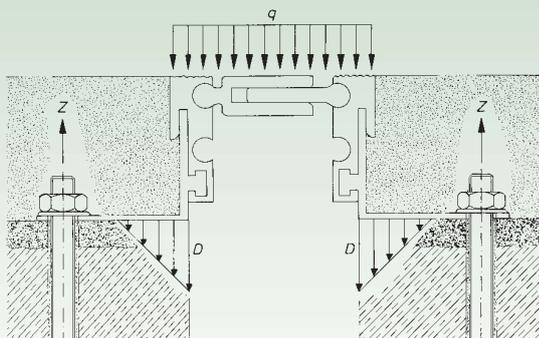

Abb. 1
Je höher ein Boden durch Reibung, Stoß, Druck u. a. [s. h. DIN 18 560] beansprucht wird, um so sorgfältiger muß die Auswahl der richtigen Fugenausbildung getroffen werden. Wie Druck- und Zugkräfte eine Konstruktion beanspruchen, wird aus der Abb. 1 ersichtlich. Die Aufnahme derartig wirkender Kräfte ist nicht immer durch Aluminiumprofile zu erfüllen.
- genügender Randabstand der Profilverankerung von der Fugenkante [Dübelkennwerte beachten!] [Abb. 1]